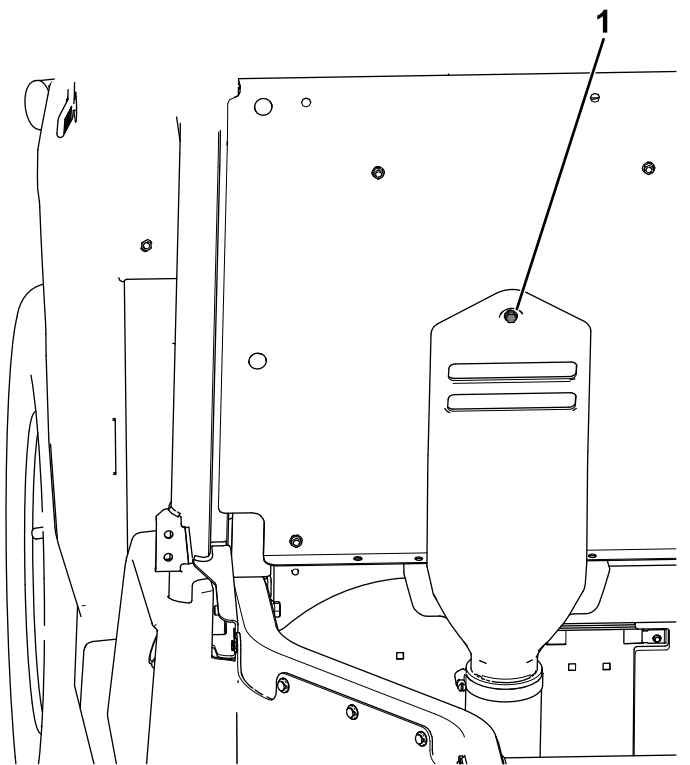

Figura 24
- B. Inserite il bullone prigioniero collegato alla cappa della presa d'aria CVT nel foro mostrato nel pannello sedili (Figura 24).